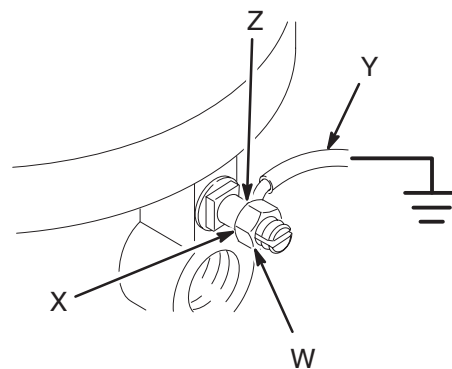

Fig. 1
1. **Bomba:** utilizar una abrazadera y un cable de conexión a tierra de 1,5 mm² como mínimo. Vea la Fig. 1. Afloje la tuerca de apriete (W) y la arandela (X) de conexión a tierra. Introduzca un extremo del cable de conexión a tierra (Y) en la ranura de la orejeta (Z) y apriete la tuerca firmemente. Conecte el otro extremo del cable a una tierra verdadera. Cable de conexión a tierra y abrazadera, ref. pieza 238909.